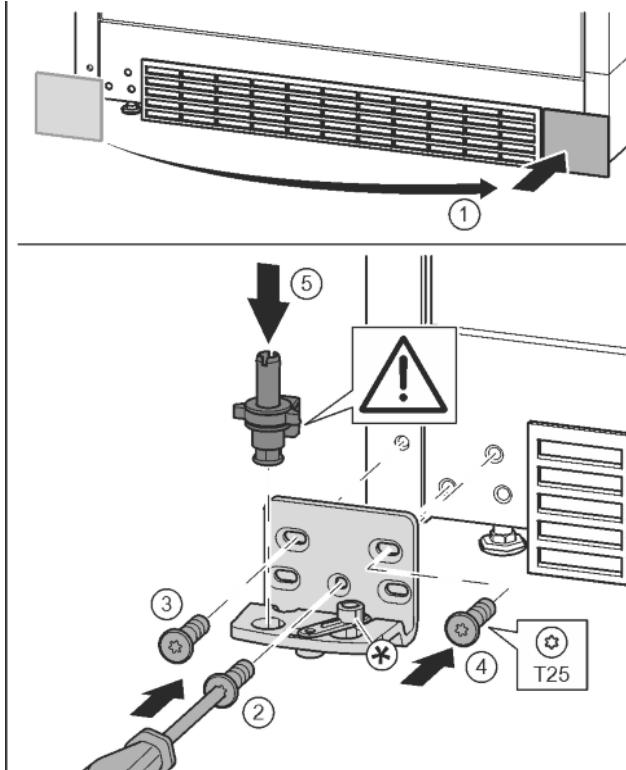

Fig. 15
- Снять крышку и поставить с другой стороны. Fig. 15 (1)
- Установить опорный кронштейн с другой стороны и прикрутить с помощью отвертки T25. Начинать с винта 2 в центре. Fig. 15 (2)
- Затянуть винты 3 и 4. Fig. 15 (3, 4)
- Снова установить опорный палец в сборе. При этом следить за тем, чтобы выступ фиксатора был направлен назад. Fig. 15 (5)